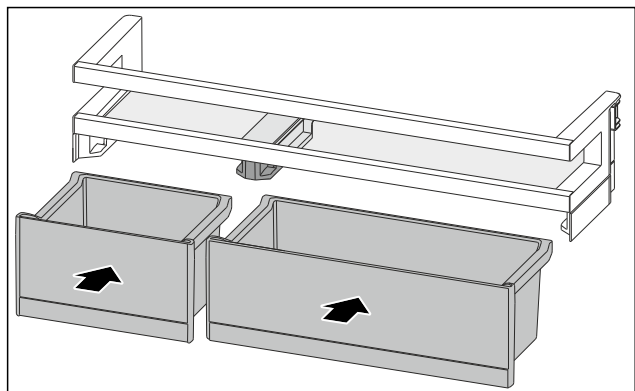

Fig. 169
- ▶ 排列互换后装入 VarioBox。 (参见 Fig. 169)